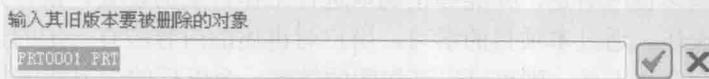

图 1-14 删除提示文本框
(2) 在【删除】子菜单中选择【旧版本】命令，系统弹出如图 1-14 所示的删除提示文本框，显示系统默认要删除的文件名，单击右侧的 按钮，则删除旧版本的该图形文件。